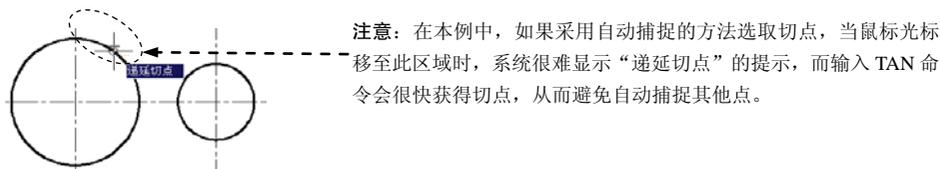

图 3.5.6 输入命令捕捉第一个圆的切点
Step5. 绘制相切直线。选择下拉菜单 **绘图 (U)** → **直线 (L)** 命令；输入命令 TAN（切点捕捉命令）并按 Enter 键，然后将鼠标光标移至图 3.5.6 所示的区域附近，当鼠标光标附近出现“递延切点”提示时，单击即可获得大圆上的切点；参照上述操作方法，获取小圆上的切点；按 Enter 键结束操作。